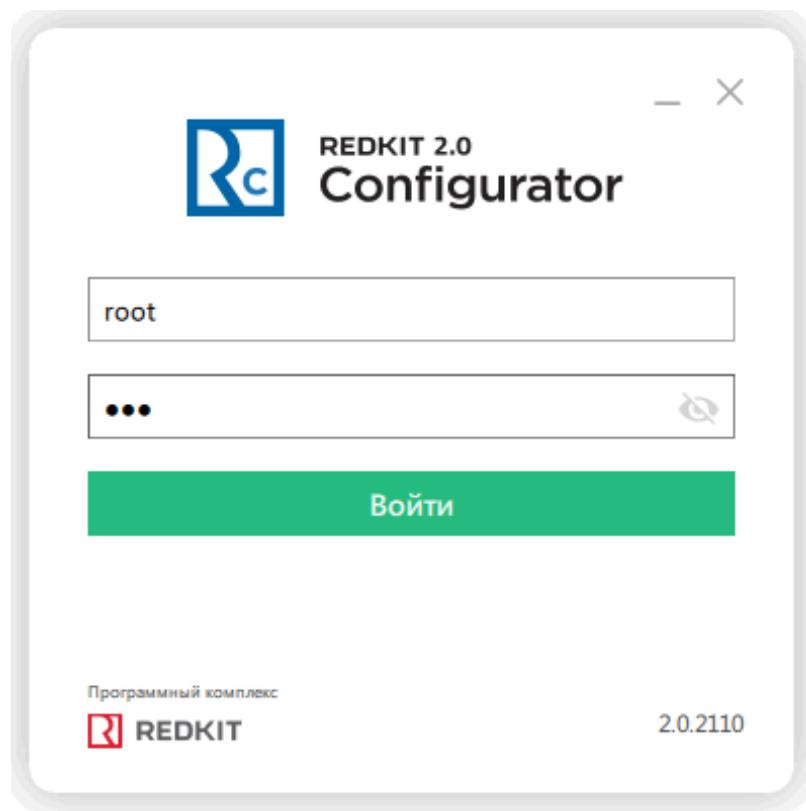

Рисунок 47 - Запуск Redkit Configurator
2. Укажите реквизиты суперпользователя root из п.11 раздела Первичное конфигурирование (Рисунок 47).